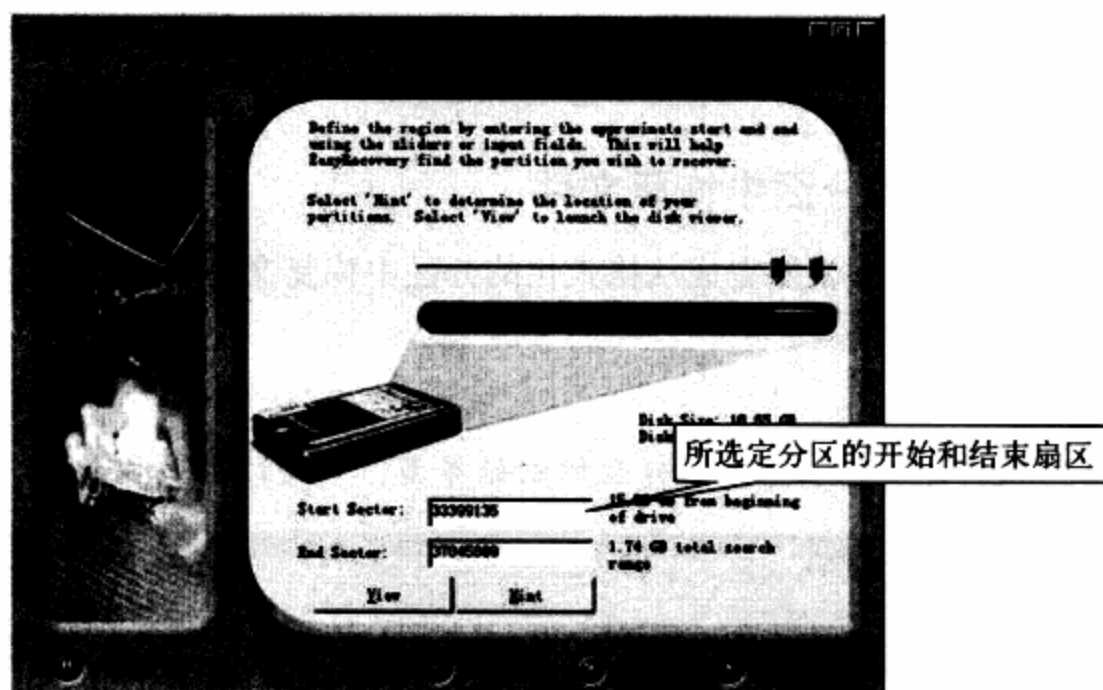

图12-6 所选分区在整个硬盘中的分布情况图
**步骤 03** 首先选中需要修复的1.74GB大小的分区，再单击Next按钮进入所选定的分区在整个硬盘中的分布情况图。如图12-6所示。
在图12-6中显示了所选分区在整个硬盘中的分布情况，并且可以手动决定分区的开始和结束扇区。一般情况下不需要改动这些数据。